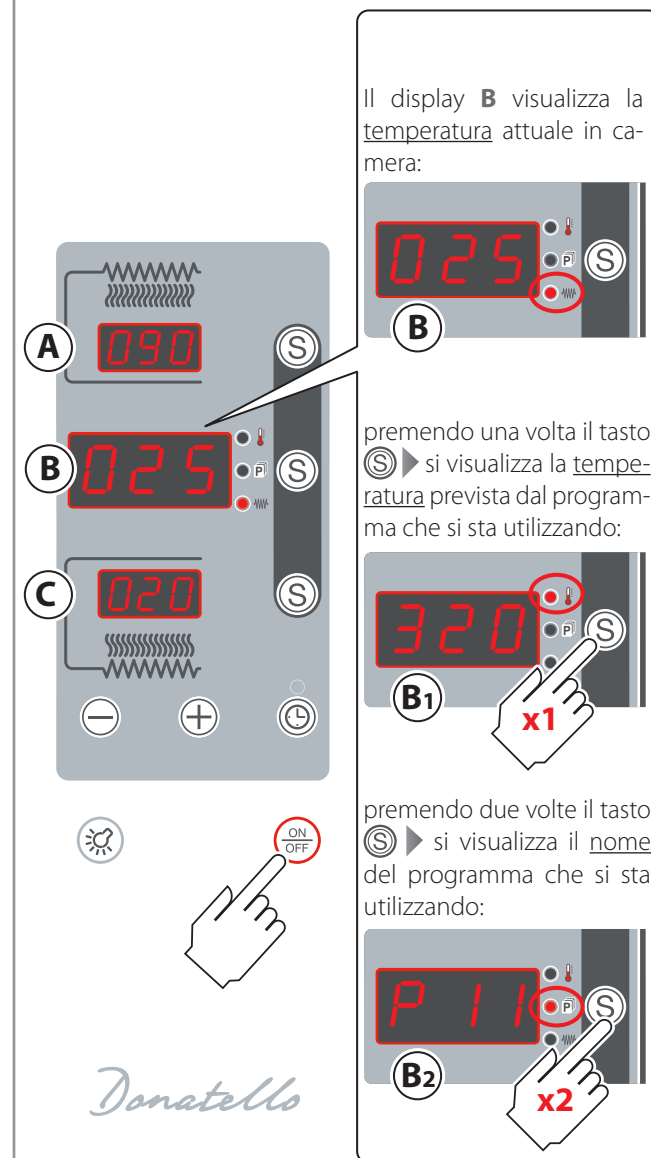

Fig.15.
Consultare ► cap. **"Accensione manuale"** a pag. **14** e **Fig.15.**
► Fig.15.